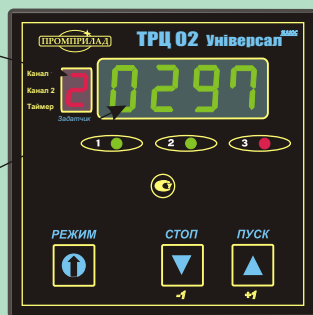

Рисунок 10
14.2 Для того, чтобы войти в режим конфигураций, необходимо нажать кнопку "РЕЖИМ", и удерживать ее в течение 20 секунд (до появления буквы П (программирование) в первой декаде - указателе номера задатчика (Рис.10). На ЦИ появится значение соответствующего задатчика, состоящее из четырех декад (Рис.10). Повторными нажатиями кнопки "РЕЖИМ" установить номер соответствующего задатчика, после чего кнопками "+1" или "-1" установить необходимое его значение. Через 10 секунд после нажатия любой из кнопок, прибор автоматически выходит в режим измерения.